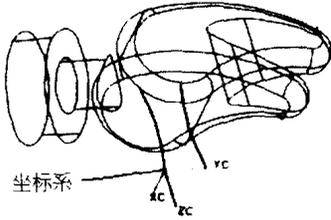

图 1-21 移动坐标系
(3) 把坐标系移动到圆弧的一个端点，并利用 WCS→Rotate 绕 +YC 轴旋转 +90°，结果如图 1-21 所示。